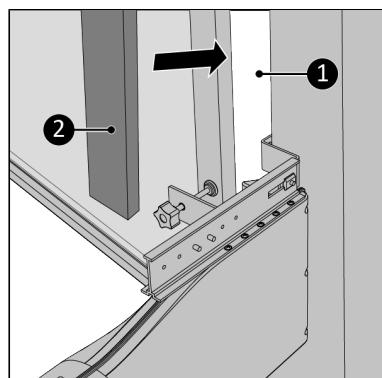

Abbildung 118.
16. Schrauben Sie die Klemmschraube vorsichtig am Fensterrahmen fest (Abbildung 118, Pos. 1).
17. Füllen Sie die Freiräume (Abbildung 118, Pos. 1) mit dem gelieferten Isolierschaum (Abbildung 118, Pos. 2) auf, schneiden Sie den Schaum ab, falls notwendig*.